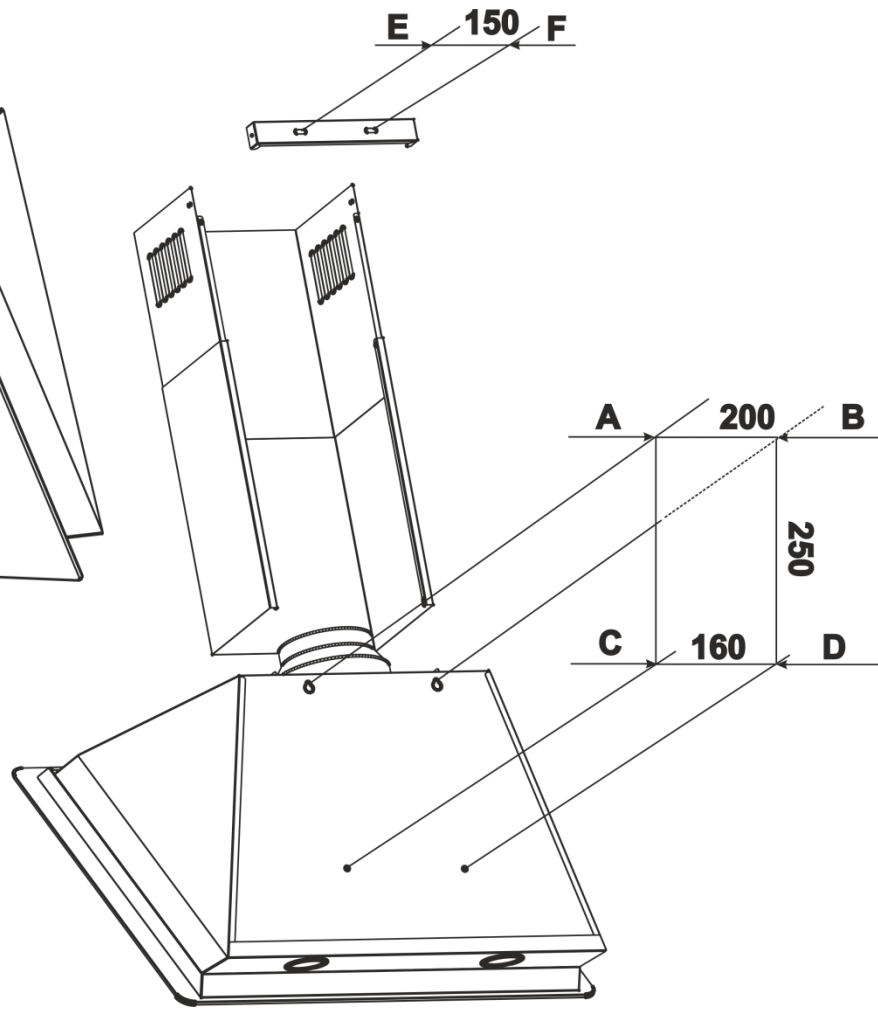

Рис.7.2
отворів блока, прикладіть шаблон до стіни на необхідній наставній висоті, що вказана вище, і вирівняйте його по рівню (рис.7.2).
6.9 Установіть телескопічний коминак на корпусі витяжки; підніміть верхню панель коминка з планкою під стелю, щоб він закривав повітровід вентиляції, і розмітьте по пазам планки 2 отвори під кріплення (точки Е, F), (рис.7.2).
6.12 Установіть зовнішню панель коминка в пази на корпусі витяжки, а внутрішню – підніміть вгору до суміщення отворів кріплення з планкою і з'єднайте їх з боків 2 шурупами ПКГ 2,9x9,5 (рис.7.2).